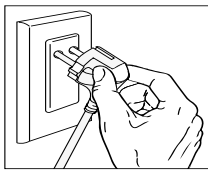

figura 1
- Collegare il cavo di alimentazione CA della levigatrice alla fonte di alimentazione (uscita 110-120 Vca). Il segnale acustico di avvertimento viene emesso dopo che la spina è stata saldamente inserita nella fonte di alimentazione e l'indicatore LED mostra il colore "rosso fisso". - vedi figura 1.